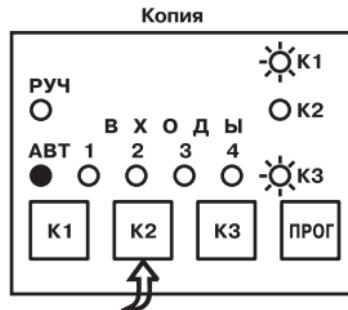

Рис. 18
B.2.1.5. На принимающем приборе нажмите кнопку **K2** (рис. 18), чтобы перевести прибор в режим ожидания приема. Режим индицируется поочередным миганием светодиодов "K1" и "K3". Затем нажмите кнопку **ПРОГ**. После этого загорится светодиод "K3".